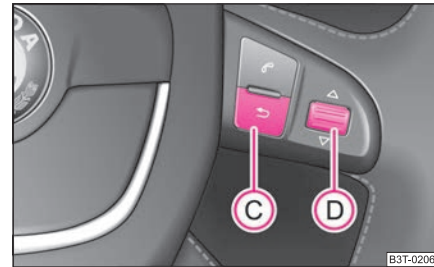

Abb. 13 Informationsdisplay: Bedienelemente am Multifunktionslenkrad
- Das **MAIN MENU (HAUPTMENÜ)** aktivieren Sie durch Drücken der Wipptaste **(C)** ⇒ Abb. 13 länger als 1 Sekunde.